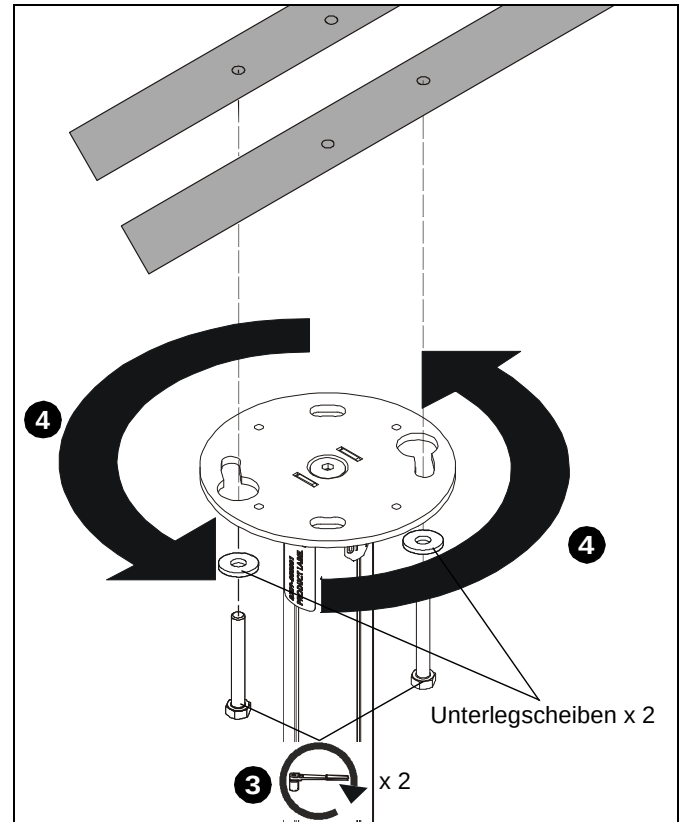

Abb. 5
3. Setzen Sie durch zwei 7,9 mm (5/16")-Unterlegscheiben (nicht mitgeliefert) lose zwei (mindestens) 7,9 mm x 12,7–19 mm (5/16" x 2–3/4")-Ankerschrauben (nicht mitgeliefert) in entgegengesetzten Ecken der in die Holzbalcken-Querverstrebung gebohrten Löcher ein. (Siehe Abb. 5)
4. Platzieren Sie die Deckenplatte an der Decke und schrauben Sie, bis die Ankerschrauben die Platte in Position halten. (Siehe Abb. 5)